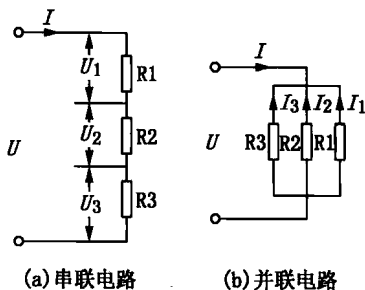

图 1-7 电阻的串、并联电路
(1) 串联电路。图 1-7 (a) 是三个电阻的串联电路，其特点是：
① 总电压等于各电阻上电压之和，即  $U=U_1+U_2+U_3=IR_1+IR_2+IR_3$ ；
② 总电阻值等于各电阻值之和，即  $R=R_1+R_2+R_3$ ；
③ 具有分压作用。各电阻上的电压大小与其阻值大小成正比，即  $U_1=\frac{R_1}{R}U$ 、 $U_2=\frac{R_2}{R}U$ 、 $U_3=\frac{R_3}{R}U$ 。
(2) 并联电路。图 1-7 (b) 是三个电阻的并联电路，其特点是：
① 总电流等于各支路电流之和，即  $I=I_1+I_2+I_3=\frac{U}{R_1}+\frac{U}{R_2}+\frac{U}{R_3}$ ；
② 总电阻值的倒数等于各支路电阻值倒数之和，即